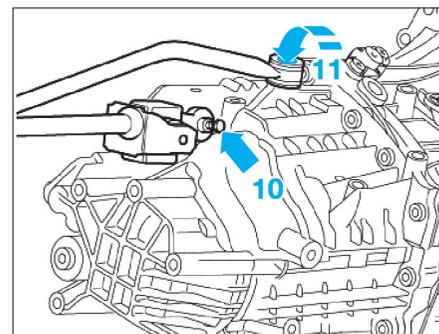

Fig. 3
- Déposer la bielle de commande (10) (Fig.3).
- Dévisser la vis à six pans creux de la bielle de poussée (11).